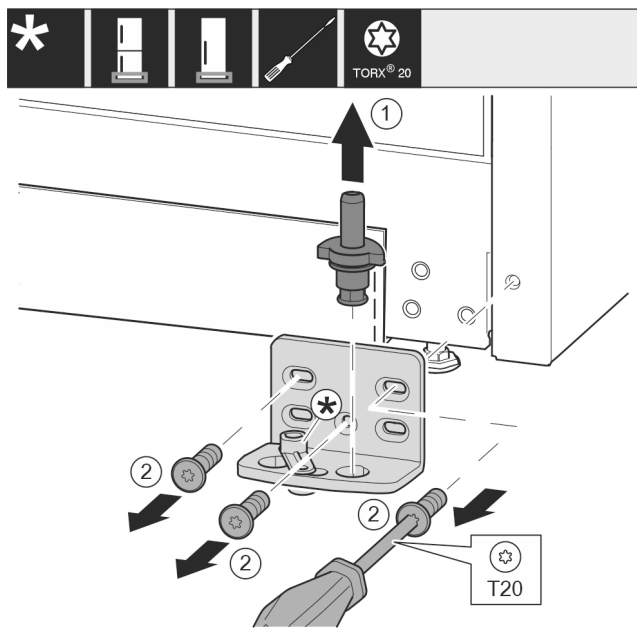

Fig. 16 *
- Ložiskový čep Fig. 16 (1) celý vytáhněte nahoru.*
- Šroubovákem vyšroubujte šrouby Fig. 16 (2) a sejměte stojan ložiska.*